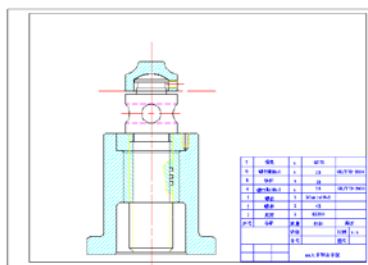

图 14.71 插入螺杆和顶垫
(17) 运用同样的方法插入螺杆, 并且旋转角度为-90, 再插入顶垫, 完成后的效果如图 14.71 所示。